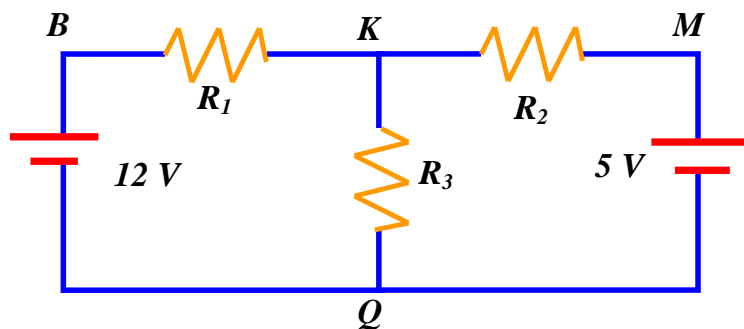

Figura 7: *Circuíto que empregaremos nesta experiencia.*
2. Calcula teoricamente os valores da resistencia equivalente de cada agrupación amosada na Figura 7 tendo en conta os valores medidos co polímetro. Logo, monta sobre a placa de inserción cada asociación de resistencias a e mide co polímetro o valor experimental da resistencia equivalente (non pode haber fontes de alimentación conectadas!).
1. Monta sobre a placa de ensamblaxe o circuíto da Figura 7 empregando dúas fontes de tensión, unha de 12 V (a da esquerda do circuíto ou fonte 1) e outra de 5 V (a da dereita ou fonte 2) e anota os valores das resistencias que empregues (comproba o seu valor co polímetro).